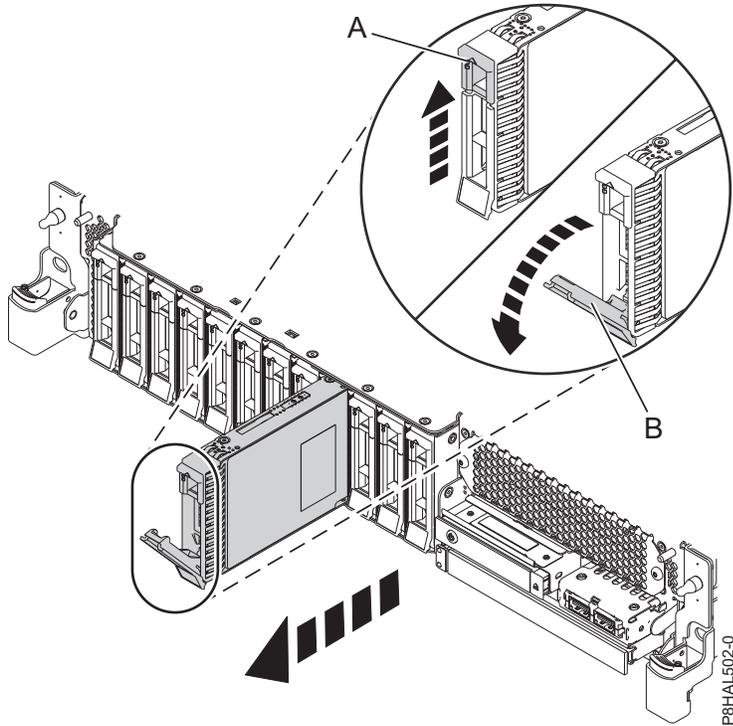
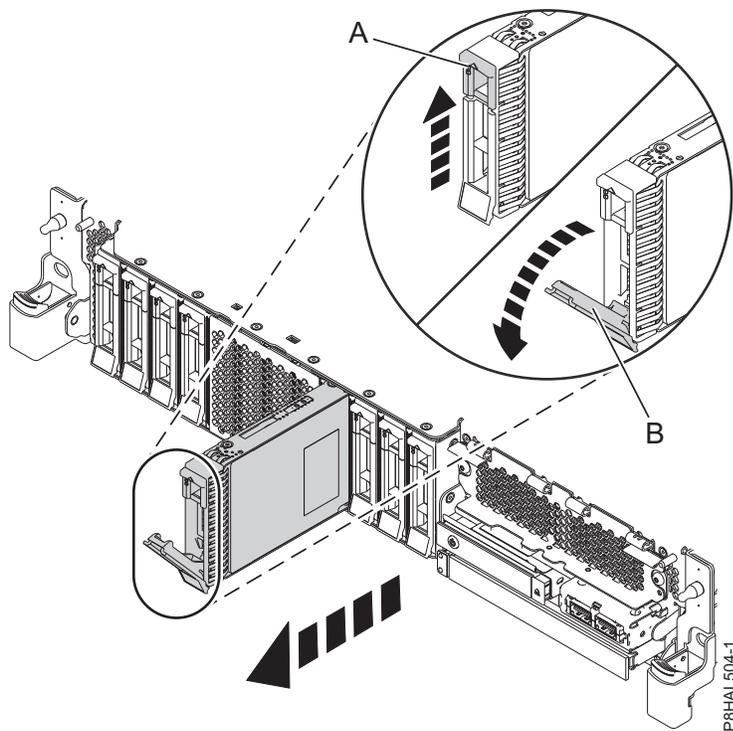

図 74. 基本機能 システムからのディスク・ドライブの取り外し
図 75. 拡張機能 システムからのディスク・ドライブの取り外し
5. 識別 LED が点灯したら、ハンドル・ラッチ (A) を押して、手前に引き、ドライブ・ベイ・ハンドル (B) をアンロックします。83 ページの図 74 および 83 ページの図 75。ハンドルが完全に引き出されていないと、ソリッド・ステート・ドライブをスライドさせてシステムから引き出すことができません。